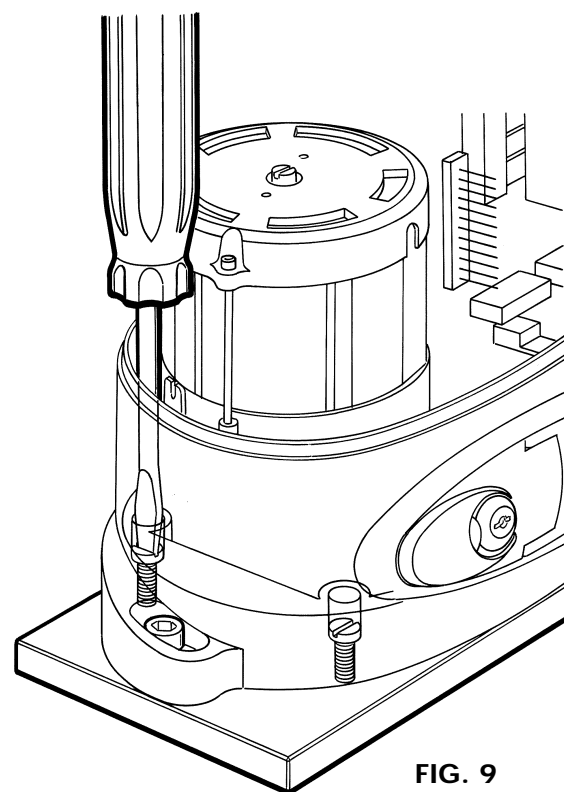

FIG. 9
Qualora la regolazione consentita dalla cremagliera non fosse sufficiente, è possibile compensare l'altezza del motoriduttore agendo sulle quattro viti (Fig. 9).
If the rack adjustment is not sufficient, the height of the gearmotor can be raised via the four screws (Fig. 9).
Si le réglage permis par la crémaillère se révèle insuffisant, on peut compenser la hauteur du motoréducteur en agissant sur les quatre vis (Fig. 9).
*Es ist möglich, die Höhe des Antriebs mit den vier Schrauben auszugleichen (Abbildung 9), wenn die von der Zahnstange gestattete Einstellung nicht ausreichend ist.*
En caso de que la regulación permitida por la cremallera no fuera suficiente, se puede compensar la altura del motorreductor actuando sobre los cuatro tornillos (Fig. 9).